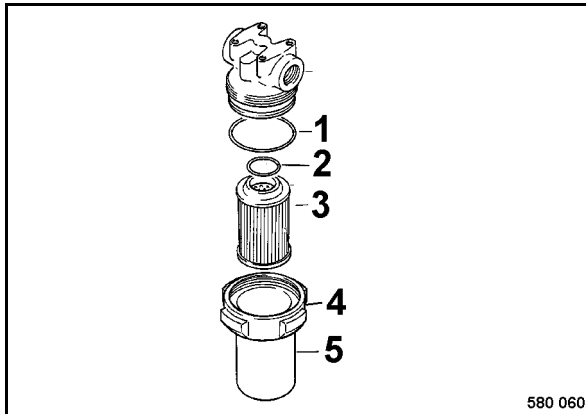

Fig. 177
- Desenroscar la tuerca tapón 4 (Fig. 177), y retirar la caja filtradora (5) con el elemento filtrante (3).